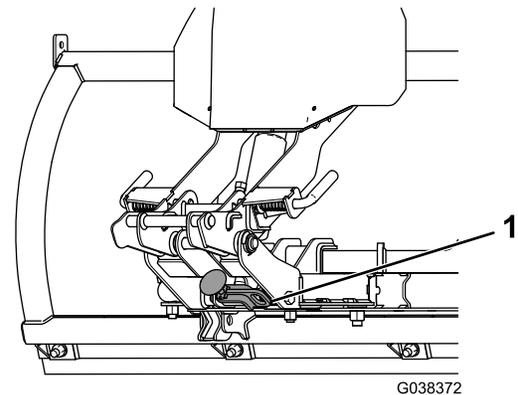

Bild 3
4. Den Haltegriff des Ständers nach außen ziehen und drehen, um den Ständer abzusenken (Bild 3).